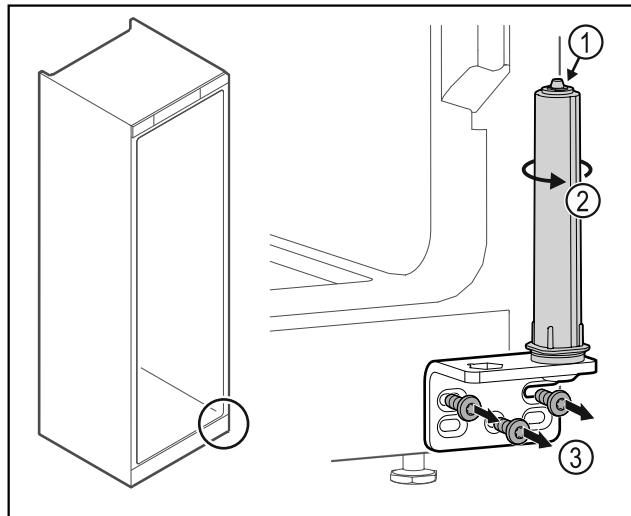

Fig. 39
- Не разбирайте систему закрытия двери Fig. 39 (1).
- ▶ Поворачивайте систему закрытия Fig. 39 (2) до щелчка.
- ▶ Отвинтите шарнирные уголки Fig. 39 (3).